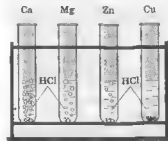

Рис. 98. Отношение соляной кислоты к различным металлам
2. Взаимодействие металлов с растворами кислот (рис. 98):